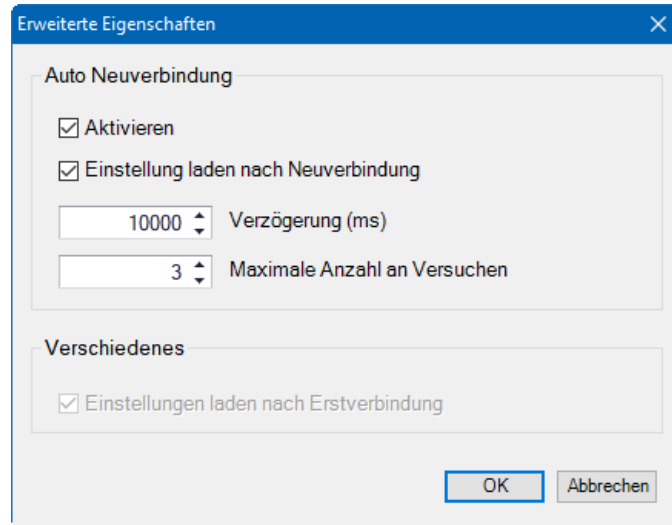

Abbildung 19-6. Erweiterte Eigenschaften, automatische Verbindungswiederholung
7. Die Schaltfläche 'Erweitert' öffnet das in Abbildung 19-6 dargestellte Fenster. Dieses enthält Optionen für die Aktivierung einer automatischen Neuverbindung, Einstellungen zum Herunterladen nach einer Neuverbindung, die Verzögerung zwischen den erneuten Versuchen (in Millisekunden) und die maximale Anzahl an Versuchen (Abbildung 19-6).